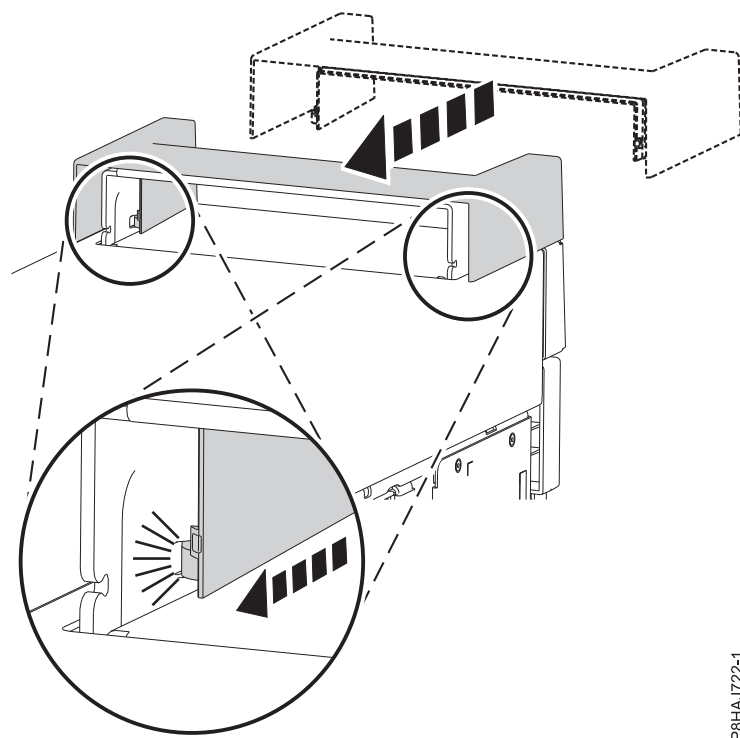

Figura 24. Protegendo a tampa da alça em um sistema 8286-41A independente
1. Proteja a tampa da alça da estação de acoplamento RDX interna (FC EUA3) arrastando-a para a parte traseira do sistema. Consulte o Figura 24.